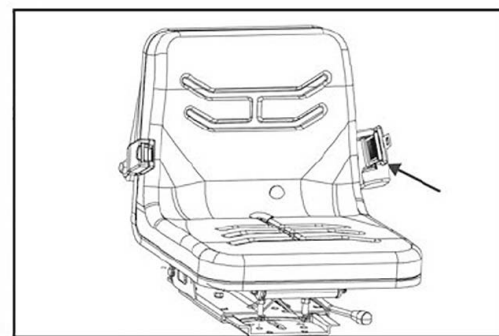

Рис. 4.27b
- Проверьте ремень безопасности на наличие повреждений. Поврежденный ремень безопасности необходимо заменить (рис. 4.27b).